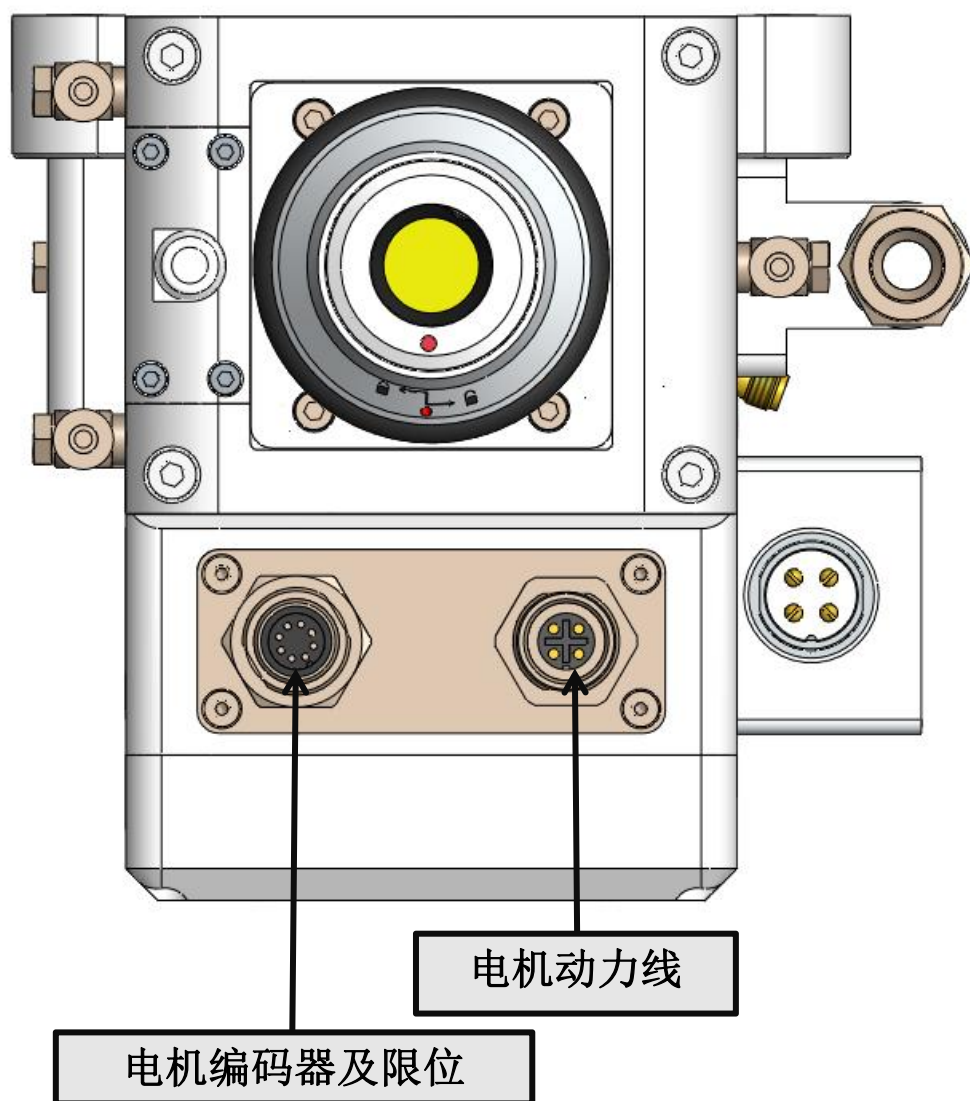

图1.6
- ① 插拔航空插头时断电操作，否则可能烧坏电机，在接动力线与信号线的时候需要注意缺口位置，避免插坏针脚，如下图1.6所示：